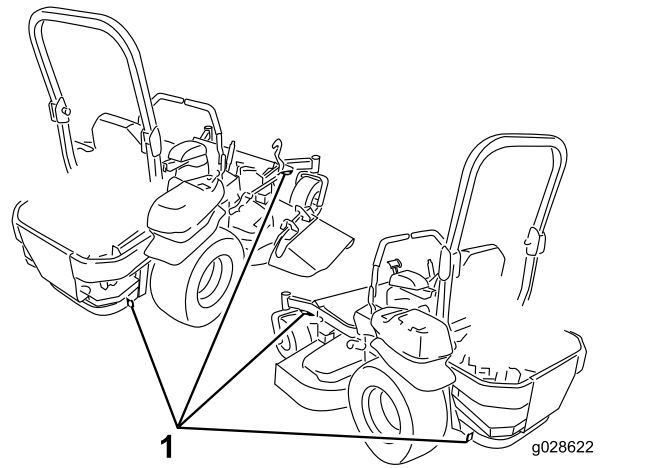

Bild 45
6. Vergurten Sie die Maschine in der Nähe der vorderen Laufräder und der hinteren Stoßstange mit Riemen, Ketten, Kabeln oder Seilen (Bild 45). Halten Sie die örtlichen Vorschriften für die Vergurtung ein.